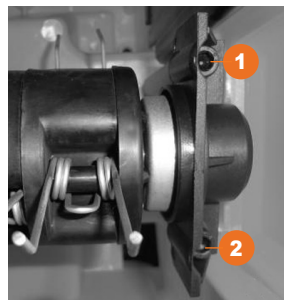

Рис. 7.3
3. Закрутите винты **1** и **2** (рис. 7.3).